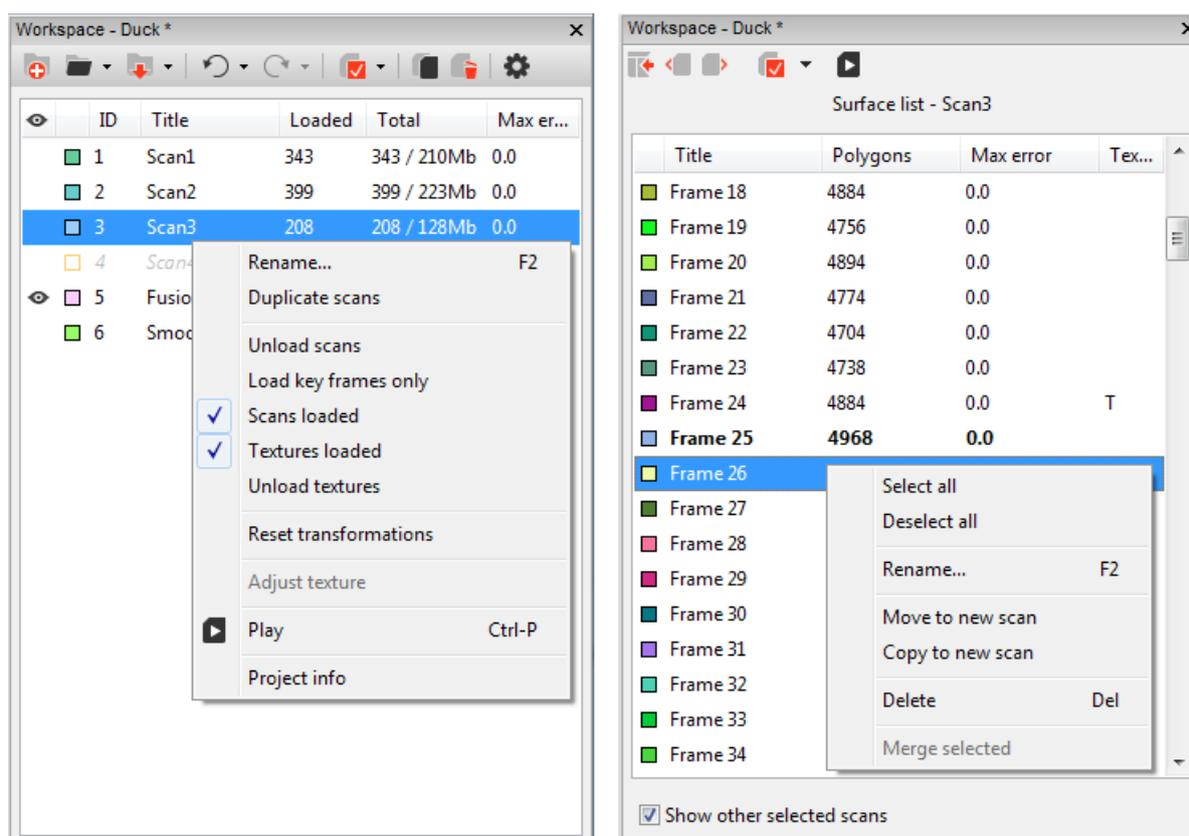

Abbildung 42: Bedienfeld *Arbeitsbereich*: Links die Liste der Scans (Original-Ansicht) und rechts die Liste der Flächen.
**Scan-Namen und Start-Nummer anpassen** durch Eingabe eigener Werte in die Felder *Scan-Name* und *Starten mit* sowie Status-Änderung des Kontrollkästchens *Scanner-Typ im Präfix aufnehmen*. Mit diesen Werten erstellt die Software einen Scan-Titel im Bedienfeld *Arbeitsbereich* (siehe Abb. 42, links). Die Standardwerte können geändert werden, z.B. *Eva Scan* und *1* in *Capture* und *14*.
Nach jeder Scan-Wiederholung speichert Artec Studio einen separaten *Scan*. Eine Liste aller Scans eines Projekts erscheint im Bedienfeld *Arbeitsbereich* (siehe Abb. 42). Danach, die Algorithmen, primär *Modelle erzeugen (Fusionieren)*, yield *models*.
Doppelklicken auf den Scan-Namen öffnet das Bedienfeld *Flächenliste* zur Anzeige aller Frames im Scan (siehe Abb. 42, rechts).